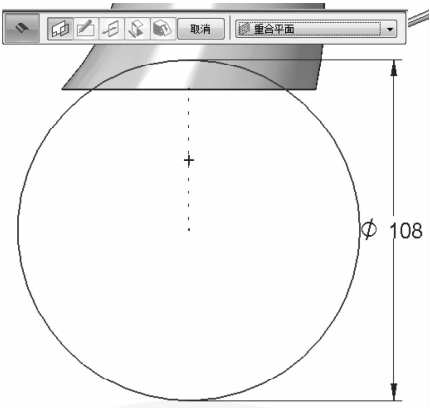

图 7-107 绘制草图
(1) 选择【曲面】功能栏内的【拉伸】功能绘制拉伸曲面，在自动弹出的功能菜单中选择【重合平面】选项，选择【前视图】为草绘平面，绘制如图 7-107 所示的草图。